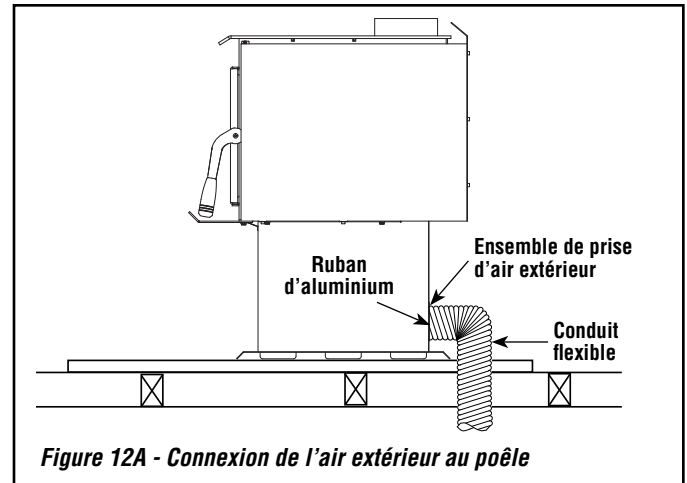

Figure 12A - Connexion de l'air extérieur au poêle
- Fixer la gaine sur la prise du poêle (voir **figures 12A et 12B**). En vous servant du ruban d'aluminium (inclus), enrroulez le ruban autour du joint entre le conduit flexible et les entrées d'air.